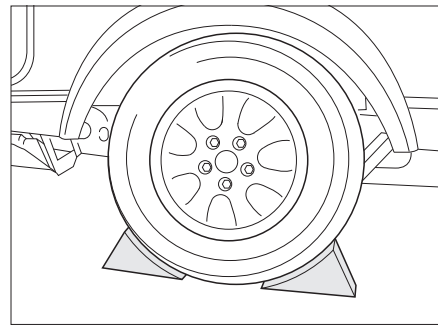

Bild 166 Fahrzeug sichern
- Bremsklötze oder ähnliche geeignete Gegenstände am gegenüberliegenden Rad unterlegen, um das Fahrzeug zu sichern (Bild 166).